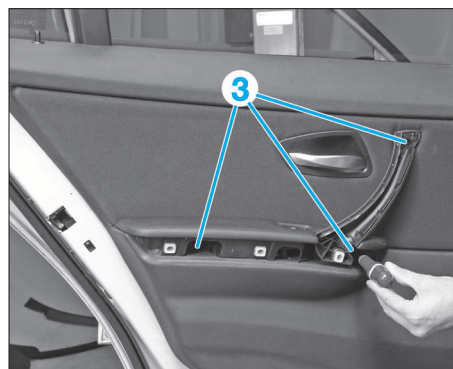

FIG. 63
- Déposer les trois vis (3) de fixation (Fig.63).